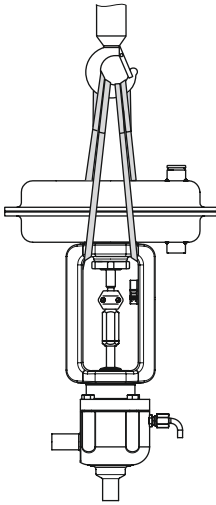
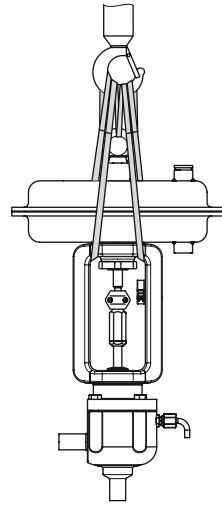
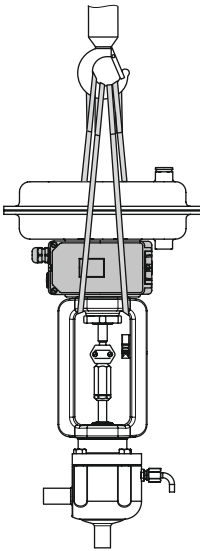
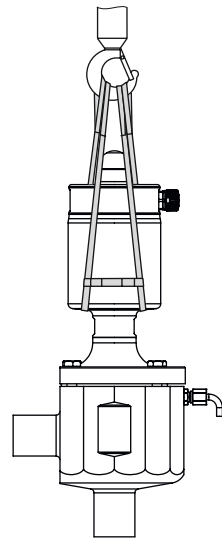

Bild 6: Typ 3349 mit Typ 3271 ohne Hebeöse
Bild 7: Typ 3349 mit Typ 3271 mit Hebeöse
Bild 8: Typ 3349 mit Typ 3277 ohne Hebeöse
Bild 9: Typ 3349/3379
- Als Tragmittel einen Haken mit Sicherheitsverschluss verwenden (vgl. Bild 6 bis Bild 9), damit die Anschlagmittel beim Heben und Transportieren nicht vom Haken rutschen können.
1. **Mit Typ 3271/3277:** Zwei Hebeschlingen vorsichtig um den Flansch führen und am Tragmittel des Krans oder Gabelstaplers anschlagen (vgl. Bild 6, Bild 7 und Bild 8). Sicherstellen, dass die Antriebsstange und Anbaugeräte nicht beschädigt werden.
Bei Antriebsausführungen mit Hebeöse eine zusätzliche Hebeschlinge an der Hebeöse des Antriebs und am Tragmittel des Krans oder Gabelstaplers anschlagen (vgl. Bild 7).
Mit Typ 3379: Zwei Hebeschlingen vorsichtig um den Antrieb führen. Um ein Abrutschen zu verhindern, diese Hebeschlingen untereinander mit einem Verbindersichern (vgl. Bild 9).